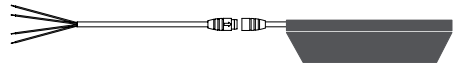

图 10: 连接器的连接图
- ▶ 每一个传感器需分别与其相应的控制设备连接。关于电气连接，参见图10。
4. 连接电线 (参见图10)
5. 连接电线(参见图10)
4. 连接电线(参见图10)